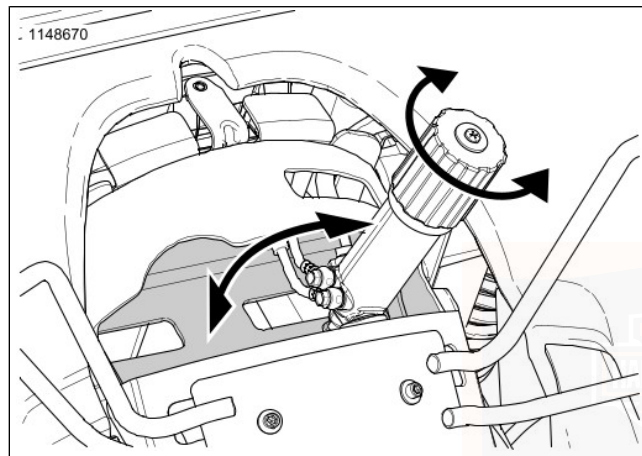

Abbildung 21. Einsteller für Hinterradfederung
3. Siehe Abbildung 21. Einstellknopf zum Erhöhen der Vorspannungseinstellung im Uhrzeigersinn drehen oder zum Verringern der Vorspannungseinstellung gegen den Uhrzeigersinn drehen, bis die Anzeige die korrekte Vorspannungseinstellung anzeigt.